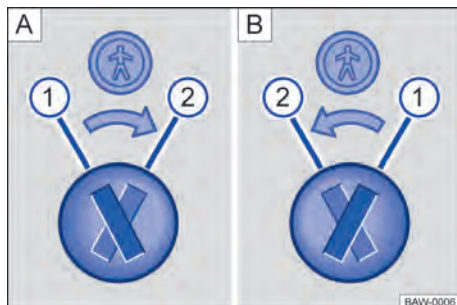

Fig. 45 Bloqueo de seguridad para niños: A) puerta trasera izquierda, B) puerta trasera derecha.
Leyenda para → fig. 45:
- Introducir la varilla de la llave en la ranura del bloqueo de seguridad para niños para activarlo o desactivarlo → fig. 45.